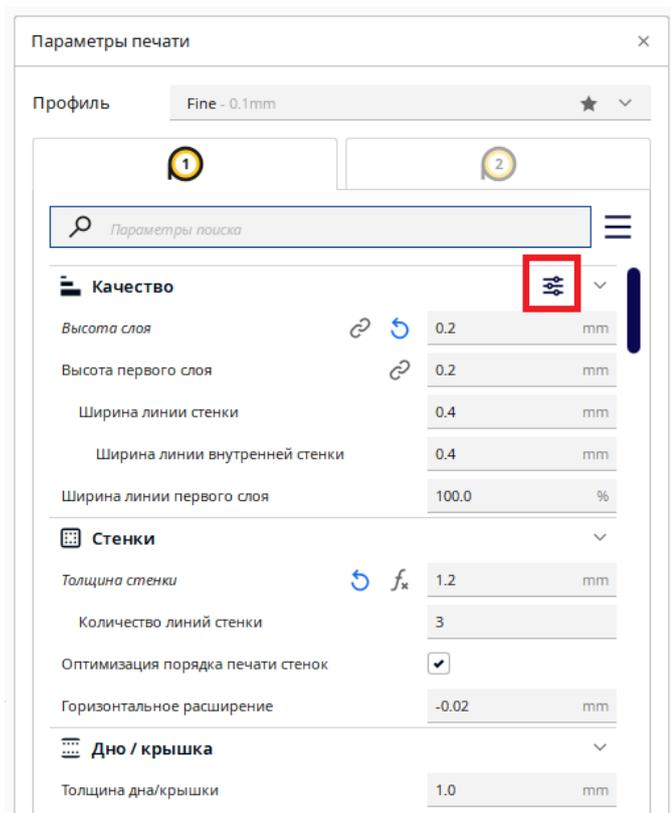

Рис. 123
3. Открываем меню видимости параметров печати (рис. 123).